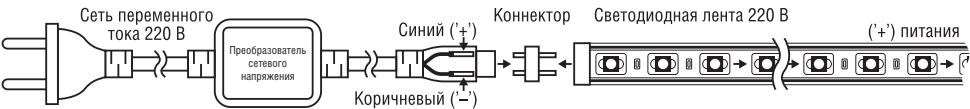

Рис. 1. Подключение светодиодной ленты 2835 220В
- Для обеспечения работы светодиодной ленты NLS-2835(180/М)-IP67-220V необходимо использовать преобразователь сетевого напряжения NLS-power cord-2835(180/М)-220V. Подключение источника питания осуществляется по схеме, изображенной на Рис.1. Подключите светодиодную ленту, строго соблюдая полярность в соответствии с ключом, как показано на Рис. 1.